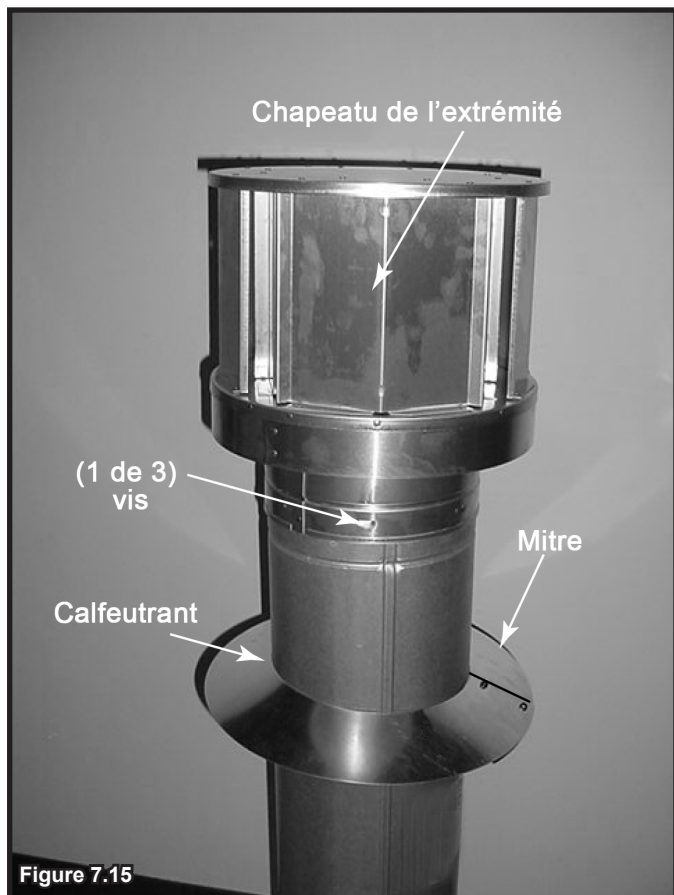

Figure 7.14 Insérer le boulon dans les supports
- Glissez le col sur la section du conduit jusqu'à ce qu'il repose sur le solin du toit (voir la figure 7.14).